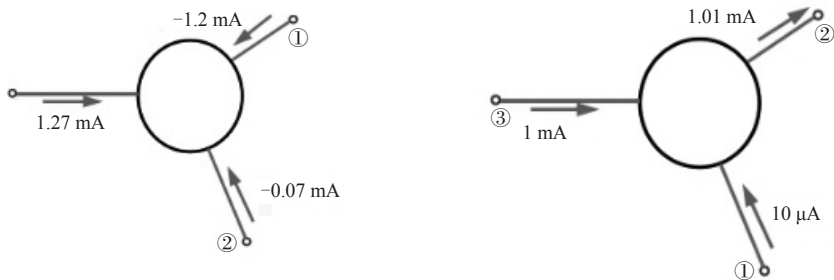

图 2-27 题 1 图
1. 测得放大电路中的三极管 3 个电极①、②、③的电流大小和方向如图 2-27 所示。试判断三极管的类型(NPN 或 PNP),说明①、②、③中哪个是基极 b、发射极 e、集电极 c,求出电流放大系数 β 。